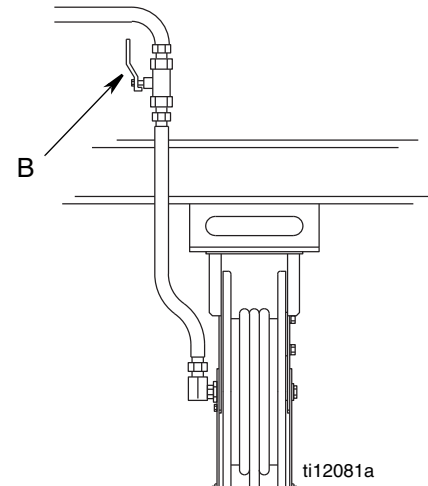

図 8
4. すべてのディスペンス位置のシャットオフバルブ (B、図 8) を開いてポンプを始動し、システムを加圧します。メーターを正しく操作するために、操作 (LDM5 メーター - 12 ページ、LDP5 メーター - 21 ページ) を参照してください。